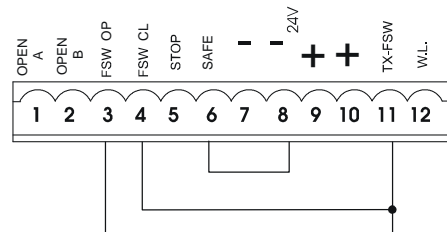

Fig. 26
**N.B. Se non vengono utilizzati dispositivi di sicurezza, ponticellare i morsetti come in fig. 26.**
**Nota bene:** Se non vengono collegati dispositivi di sicurezza in apertura, ponticellare gli ingressi **FSW OP** e **TX FSW** (fig. 26).
**Nota bene:** Se non vengono collegati dispositivi di sicurezza in chiusura, ponticellare i morsetti **FSW CL** e **TX FSW** (fig. 26).
**Nota bene:** Se non vengono collegati dispositivi di sicurezza costa, ponticellare gli ingressi **SAFE** e **-**. (fig. 26).